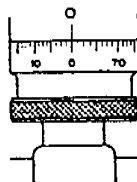
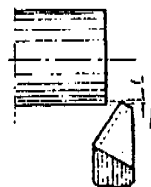

Figura 10
Figura 11
c. Ubique el cero del anillo graduado frente a la línea de referencia (Figura 10) y haga penetrar la herramienta una determinada profundidad (Figura 11).